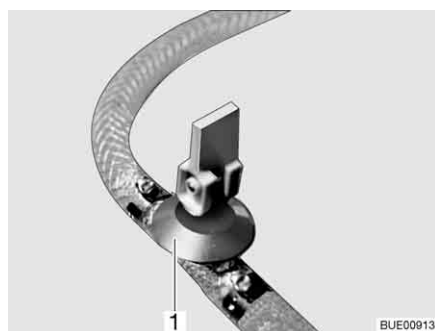
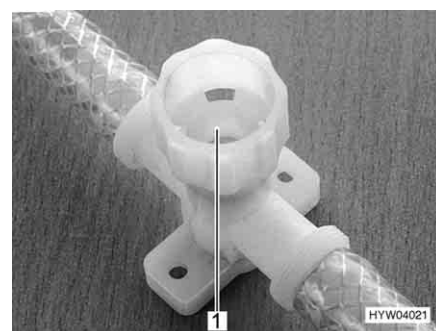

Fig. 235 Llave de desagüe (con balancín)
Fig. 236 Llave de desagüe (con tapa giratoria)
- Abrir todas las llaves de desagüe. Para esto, poner el balancín de la llave de desagüe (Fig. 235,1) en posición vertical o girar la tapa de la llave de desagüe (Fig. 236,1) en sentido contrario a las agujas del reloj.